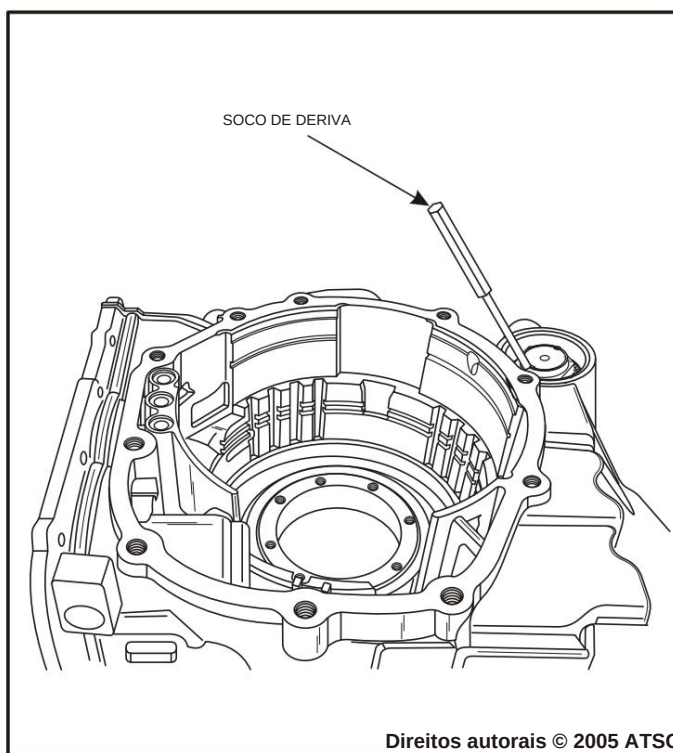

Figura 157
- Depois que o torque de giro estiver correto, fixe a porca de retenção do pinhão em dois lugares, conforme mostrado na Figura 157.